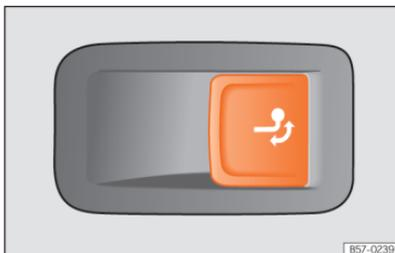

Fig. 184 No lado direito da bagageira: botão para desbloquear o gancho de reboque.
- Puxe o botão » » » Fig. 184 de forma breve. O gancho de reboque desbloqueia-se eletricamente e roda-se automaticamente para fora. A luz de controlo do botão pisca.
- Puxe o botão » » » Fig. 184 de forma breve. O gancho de reboque desbloqueia-se eletricamente.
- **Nunca pressione o botão » » » Fig. 184 quando tiver um reboque engatado ou estiver montado um porta-bagagens ou outros acessórios sobre o gancho de reboque.**